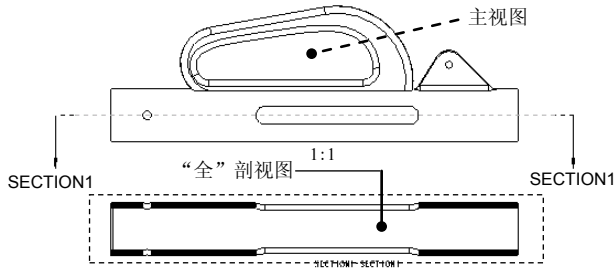

图 10.4.37 “全”剖视图
“全”剖视图如图 10.4.37 所示。
Step1. 选择图 10.4.37 所示的主视图，然后右击，从弹出的快捷菜单中选择 **插入投影视图** 命令。